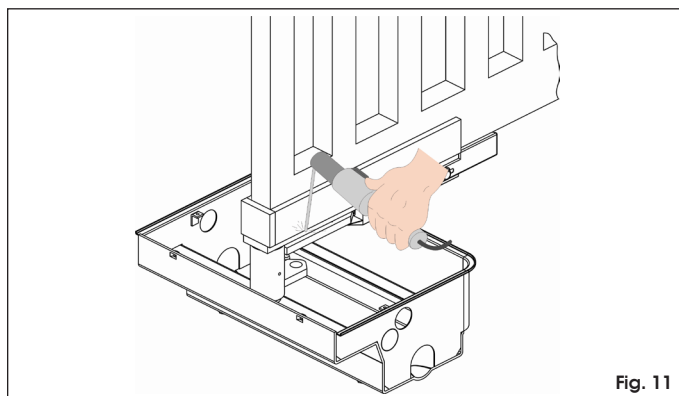

Fig. 11
3. Souder le sabot de guidage à la patte de support (Fig. 11).